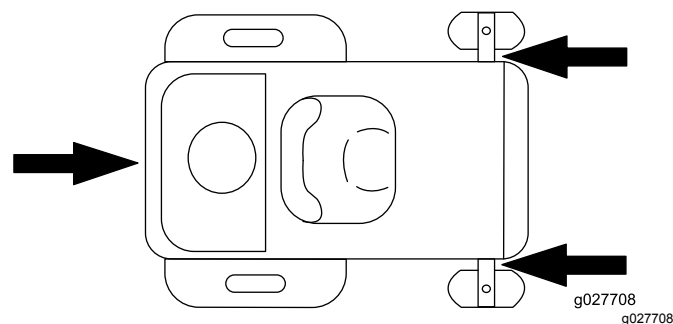

Figure 22
5. Arrimez la machine près des roues pivotantes avant et du pare-chocs arrière (Figure 22).